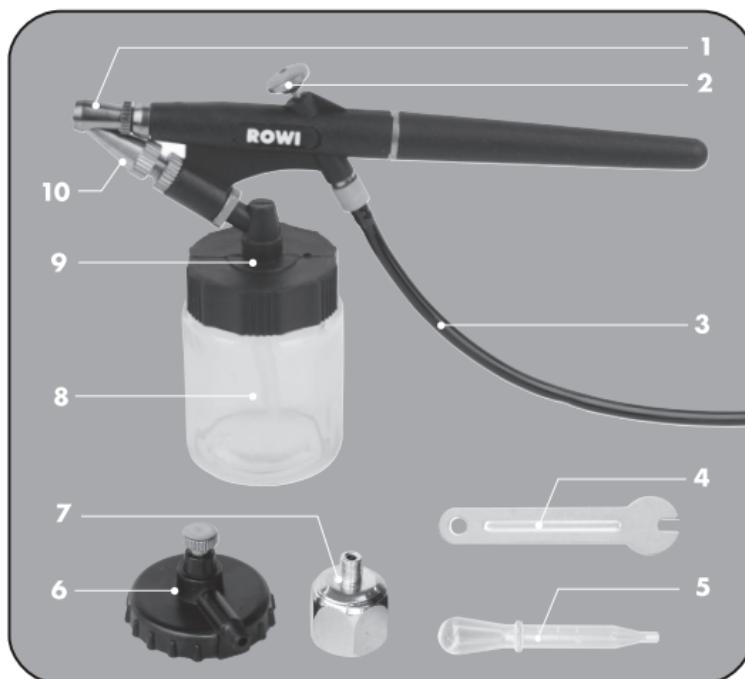

Abb. 1: Geräteübersicht
- ▶ Mischen bzw. verdünnen Sie die Farben gemäß den Angaben des Farbenherstellers. Füllen Sie das Farbglas (siehe Abb. 1, Nr. 8) mit maximal 2/3 der vorbereiteten Farbe und befestigen Sie es mit der Ansteckvorrichtung (siehe Abb. 1, Nr. 9) an der Airbrushpistole.
- ▶ Verbinden Sie den Luftschlauch (siehe Abb. 1, Nr. 3) mit der Airbrushpistole und schliessen Sie diesen an der Luftversorgung an. Verwenden Sie den mitgelieferten Anschlussadapter (siehe Abb. 1, Nr. 7), wenn Sie einen Kompressor als Luftquelle verwenden. Arbeiten Sie mit einer Luftdruckflasche benutzen Sie das beige-fügte Anschlussventil (siehe Abb. 1, Nr. 6).
Ziehen Sie den Betätigungshebel nach hinten, um die Farbmenge zu erhöhen. Bei Loslassen des Betätigungshebels wird die Farbzufuhr gestoppt. Mit der Stellschraube (siehe Abb. 1, Nr. 2) können Sie den Betätigungshebel und damit die Farbmenge fixieren.
1. Lösen Sie die Befestigungsmutter der Farbdüse (siehe Abb. 1, Nr. 10) mit Hilfe des mitgelieferten Gabelschlüssels (Abb.1, Nr. 4).
1. Lösen Sie mit Hilfe des beiliegenden Gabelschlüssels (siehe Abb. 1, Nr. 4) die Befestigungsmutter an der Unterseite der Airbrush-Spritzpistole.